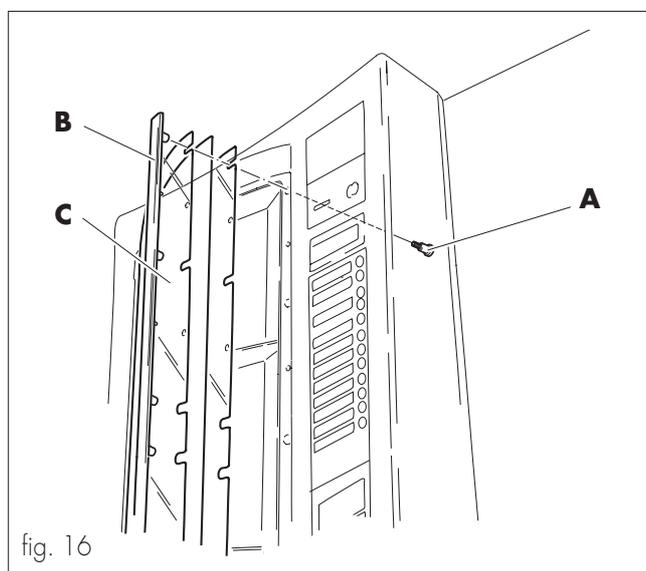

fig. 16
- desenroscar los pomos (ref. **A**, fig. 16) del perfil de la derecha (ref. **B**, fig. 16) que fijan la imagen publicitaria;
- levantar el panel transparente (ref. **C**, fig. 16) e introducir las instrucciones de uso;